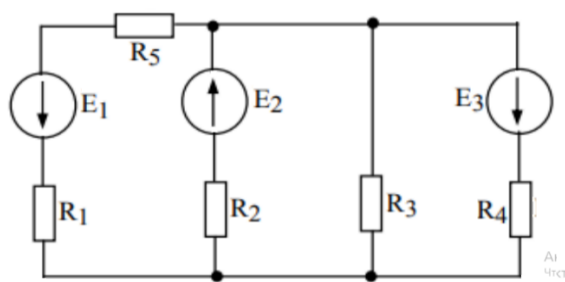

Fig. 2
3. Determinați valoarea **intensității curentului** în fiecare ramură din Fig. 2, dacă se cunoaște că $\varepsilon_1=80\text{ V}$, $\varepsilon_2=60\text{ V}$, $\varepsilon_3=40\text{ V}$, iar $R_1=3\ \Omega$, $R_2=4\ \Omega$, $R_3=5\ \Omega$, $R_4=6\ \Omega$, $R_5=7\ \Omega$.